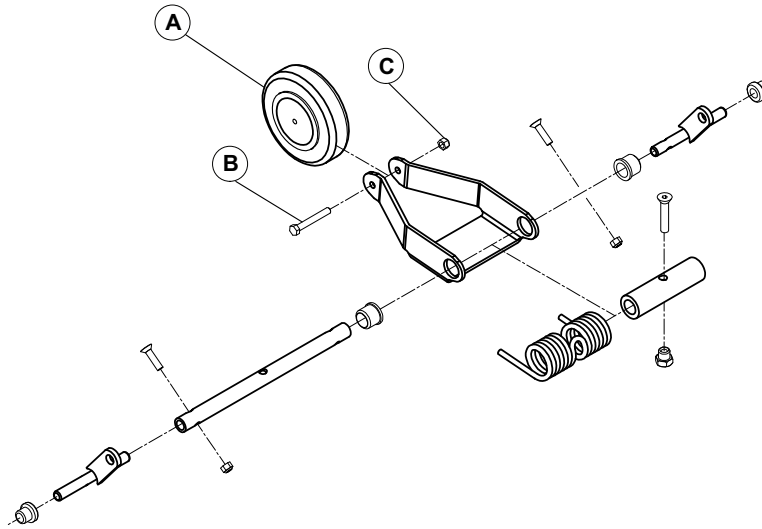

Figure 9 – Remplacement de la roulette de la cinquième roue
6. À l'aide de deux clés mixtes de 1/2 po, retirer le contre-écrou (C) et le boulon (B) qui fixent la roulette (A) aux bras de roues (Figure 9). Jeter la roulette. Conserver le contre-écrou et le boulon.